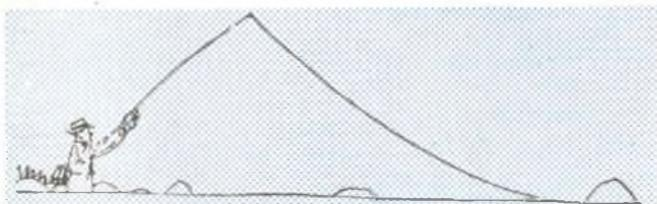

Fig. 8
- f) Il monofilo può essere tenuto alto per evitare il suo movimento nell'acqua (fig. 8);